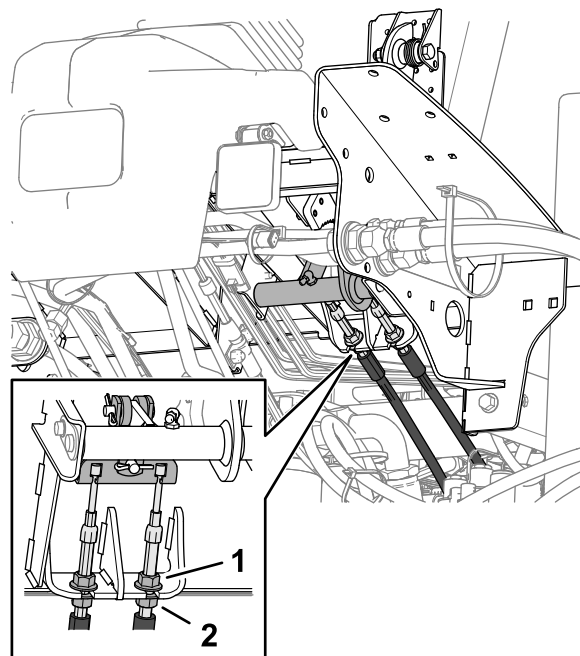

图 108
5. 要减少刹车踏板的自由行程应松开每根刹车拉线螺线纹端的前锁紧螺母 图 108。